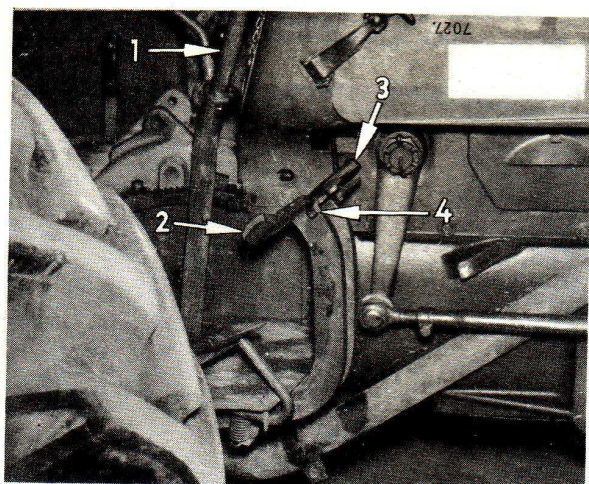

Fig. 61.- 1. Levier de frein à main - 2. Pédale de frein droit - 3. Pédale de frein gauche - 4. Cliquet de verrouillage
Les freins sont composés de disques qui agissent sur les deux côtés de la transmission. Quand les deux pédales sont couplées par le cliquet (4) fig. 61, les deux freins peuvent être actionnés simultanément.